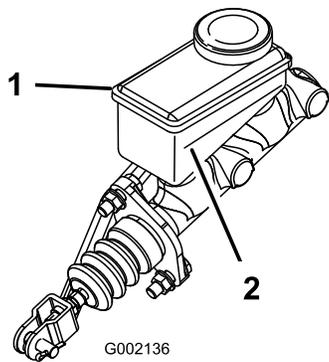

Figura 42
2. Mire el nivel de aceite en el lateral del depósito (Figura 42).
- B. Añada líquido de frenos DOT 3 al depósito hasta que el nivel esté por encima de la línea Mínimo (Figura 42).